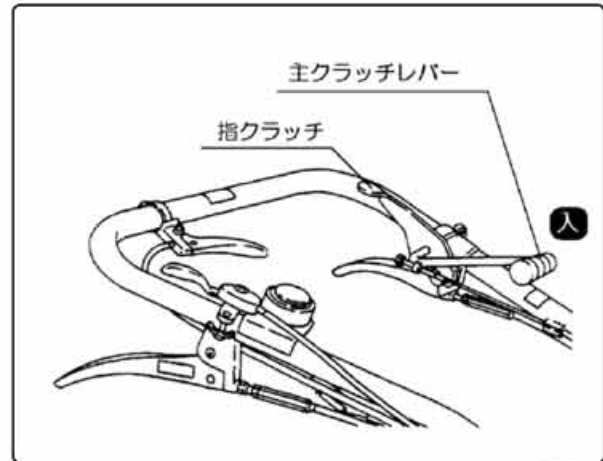

図17
- ① 走行用主クラッチレバーはエンジンプーリーと本機プーリー間にかかっているVベルトをテンションプーリーで張り動力を伝達するもので、前方に倒すとクラッチが【入】になり、手前に引くとクラッチが【切】になります。(図17)